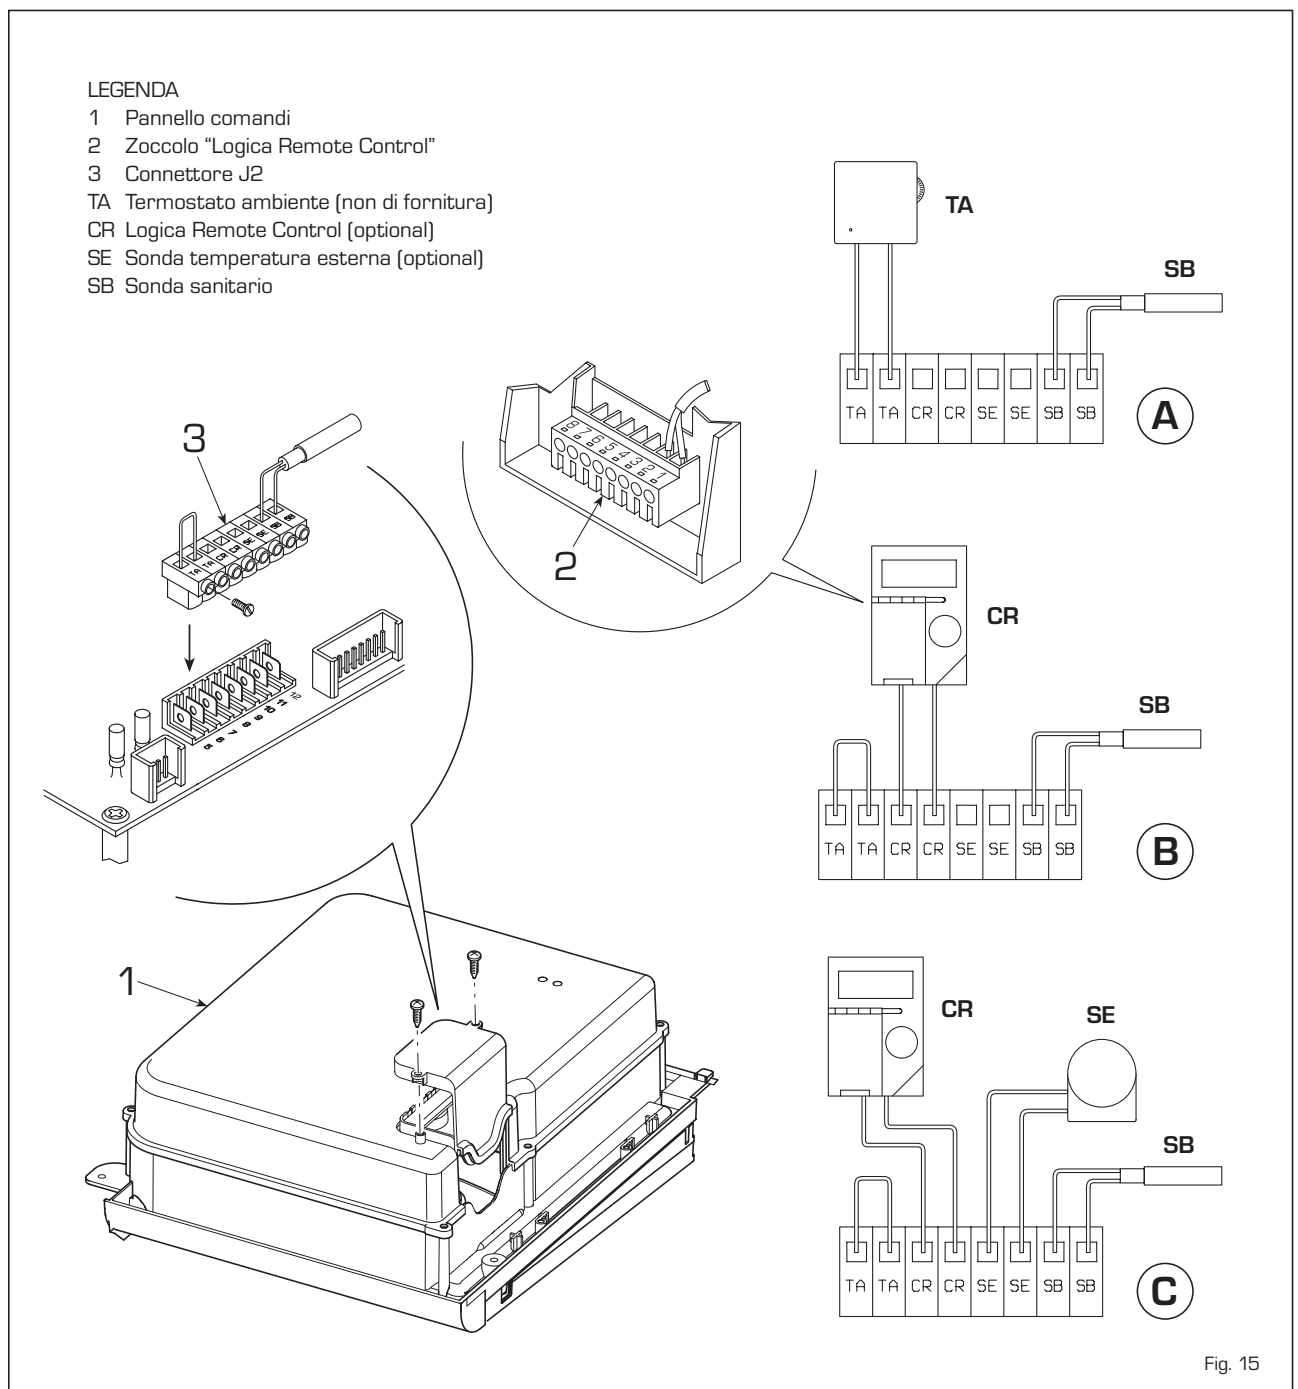

Fig. 15
(fig. 15 pos. A)
### 2.9.2 Collegamento "Logica Remote Control" (fig. 15 pos. B)
### 2.9.3 Collegamento sonda temperatura esterna (fig. 15 pos. C)
I bollitori "BT130 - BT150" vengono forniti con sonda sanitario (SB) da collegare al connettore J2 (3 fig. 15). Quando il bollitore è accoppiato alla caldaia "MISTRAL 32 AD", introdurre la sonda nella guaina posta sulla flangia di ispezione, controllo e pulizia del bollitore.